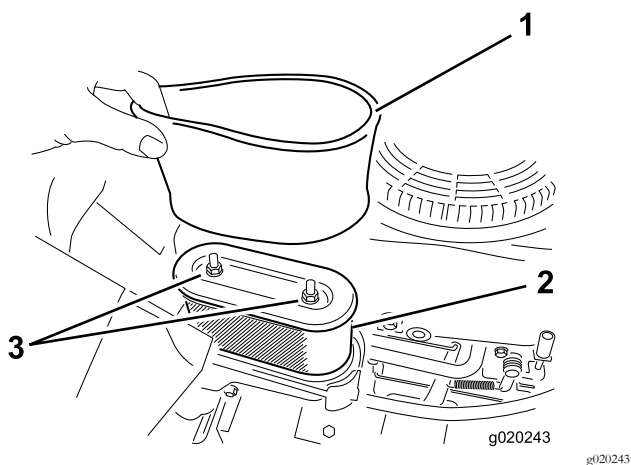

Figura 36
4. Cuidadosamente, retire os elementos de espuma e de papel da caixa do filtro de ar (Figura 36).
1. Coloque o filtro de esponja no filtro de papel (Figura 36).